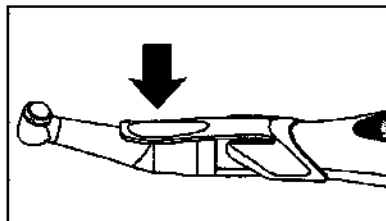

Рис. 8
3) Нажмите кнопку ПИТАНИЯ и удерживайте более 2-х секунд, чтобы включить прибор. Нажмите на часть рычага, показанную стрелкой на Рис. 8, и убедитесь, что вращение микромотора осуществляется правильно.